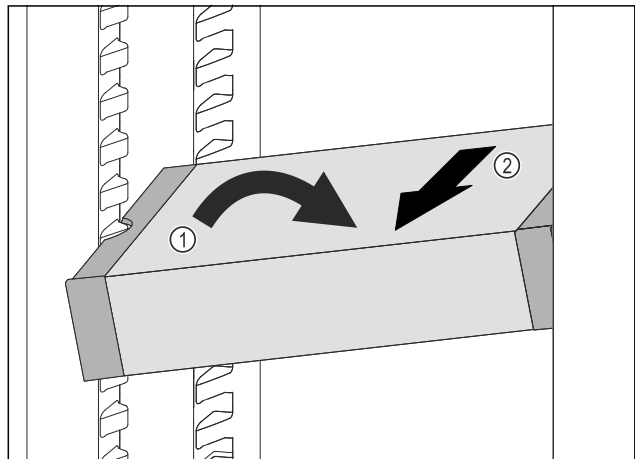

Fig. 206
- Incliner le VarioSafe dans la partie réfrigérateur. Fig. 206 (1)
- Sortir le tiroir VarioSafe par l'avant. Fig. 206 (2)